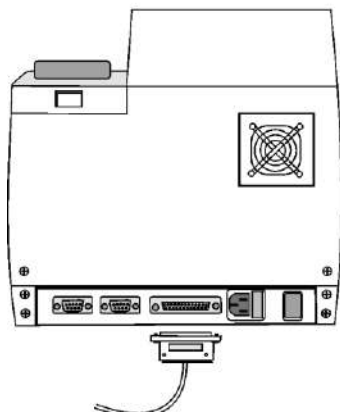

Рис.2-11
2.3.9. Подключение внешнего принтера (рис. 2-11)